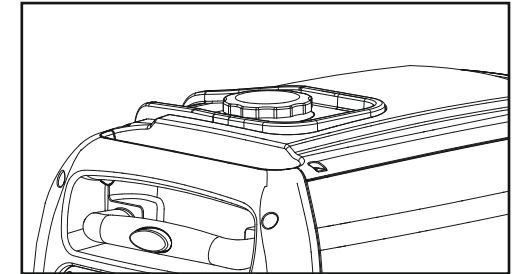

Рисунок 17 – Уровень топлива
- Постепенно заливайте бензин в горловину бака. **Будьте осторожны, не переполняйте бак!** (Рис. 17)